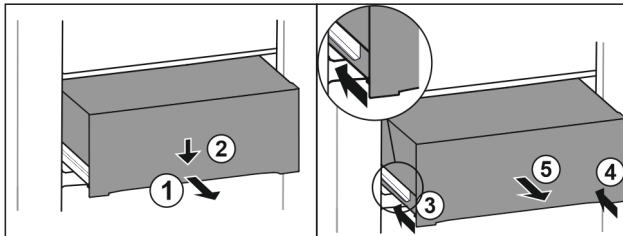

Fig. 211
- ▶ 将抽屉拉出一半。 Fig. 211 (1)
- ▶ 朝下按压正面的抽屉。 Fig. 211 (2)
- ▶ 将左侧轨道推入大约 2 cm。 Fig. 211 (3)
- ▶ 将右侧轨道推入大约 2 cm。 Fig. 211 (4)
- ▶ 朝前取出抽屉。 Fig. 211 (5)